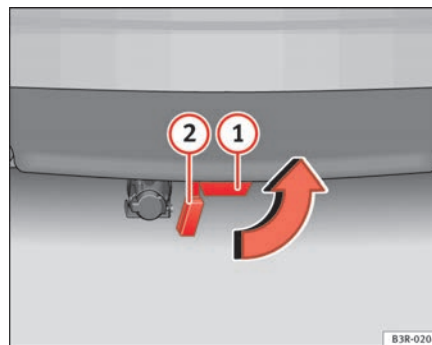

Fig. 165 Pára-choques traseiro: Colocar o tampão
- Extraia a rótula do tubo de encaixe, puxando-a para baixo **1** ⇒ **página 211, fig. 165**. Ao fazê-lo, o tampão de fecho existente no tubo de encaixe **2** fecha-o automaticamente.